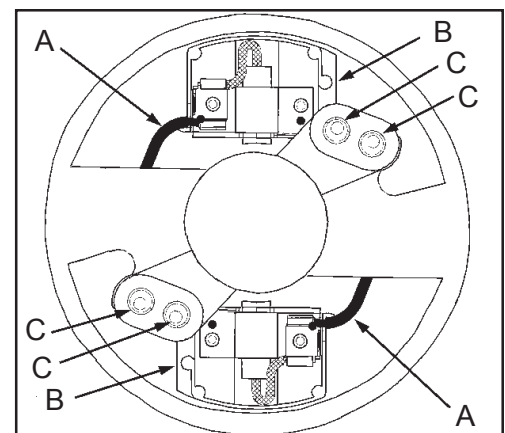

Figure 13
3. Pour remplacer les balais, débranchez le fil inducteur (A) du porte-balai (B). Puis enlevez les deux vis et rondelles (C) fixant le porte-balai au bâti du moteur. Voir Figure 13.